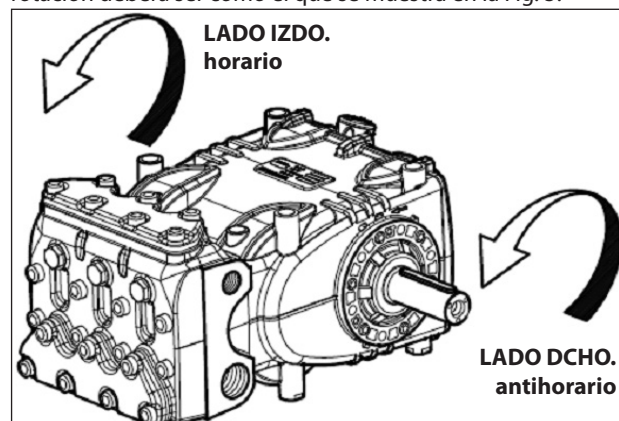

Fig. 5
Posicionándose de frente al cabezal de la bomba el sentido de rotación deberá ser como el que se muestra en la Fig. 5.
**NOTA:** La versión mostrada en la Fig. 5 Dcha.